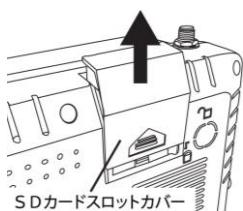

図2
①モニター背面のSDカードスロットカバーを上方向に押し上げて取り外してください(図2参考)。
- ①モニターのSDカードスロットへSDカードが挿入されていることを確認してください（図2、3参考）。
- ②『●電源のON/OFF』を参考にし、モニターを起動させてください。